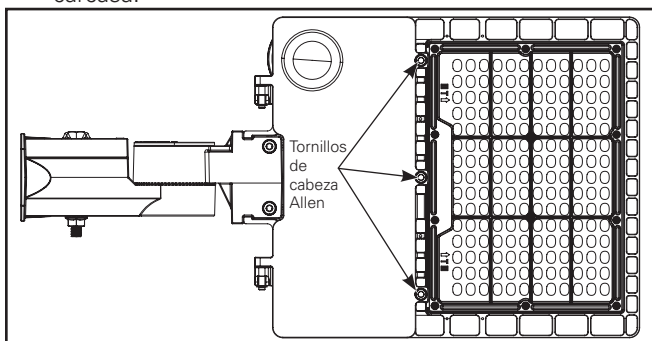

Figura 1.
1. Abra la puerta del luminario aflojando los tres tornillos de cabeza Allen (Figura 1). No es necesario quitar completamente estos tornillos, ya que existe un anillo de goma en cada tornillo para sujetarlo a la puerta de la carcasa.